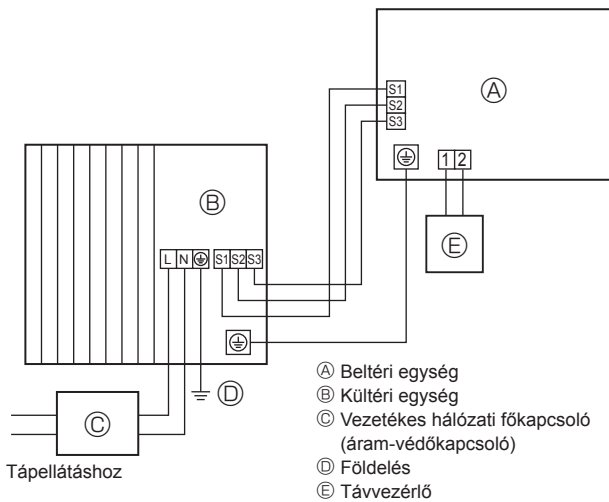
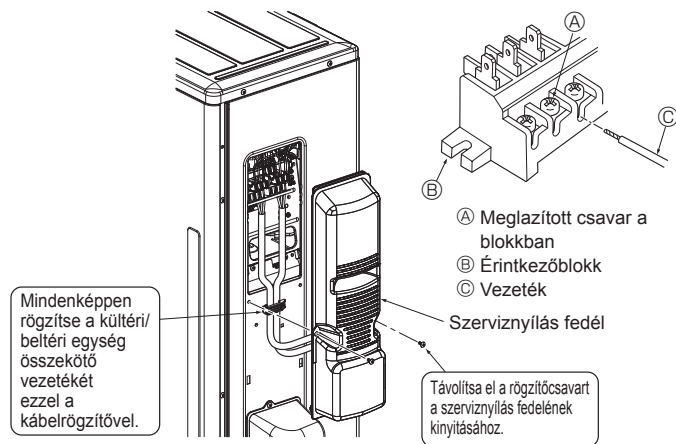
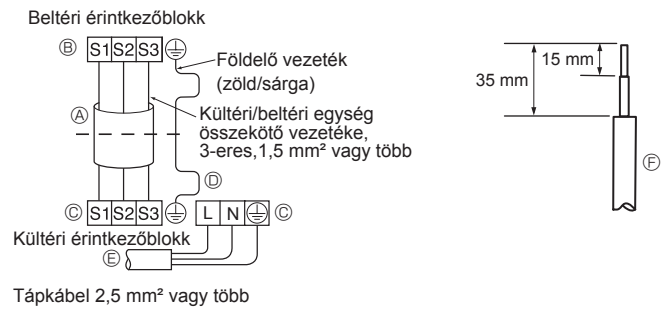

Fig. 6-1
Fig. 6-3
Fig. 6-2
6.1. Kültéri egység (Fig. 6-1, Fig. 6-2, Fig. 6-3)
- ① Távolítsa el a szerelőnyílás-fedelelet.
- ② Csatlakoztassa a huzalokat a Fig. 6-1, Fig. 6-2 és Fig. 6-3 szerint.
- A vezetékvezést a bal oldalon lent található ábra szerint végezze el. (A kábelt helyben szerezze be) (Fig. 6-2)